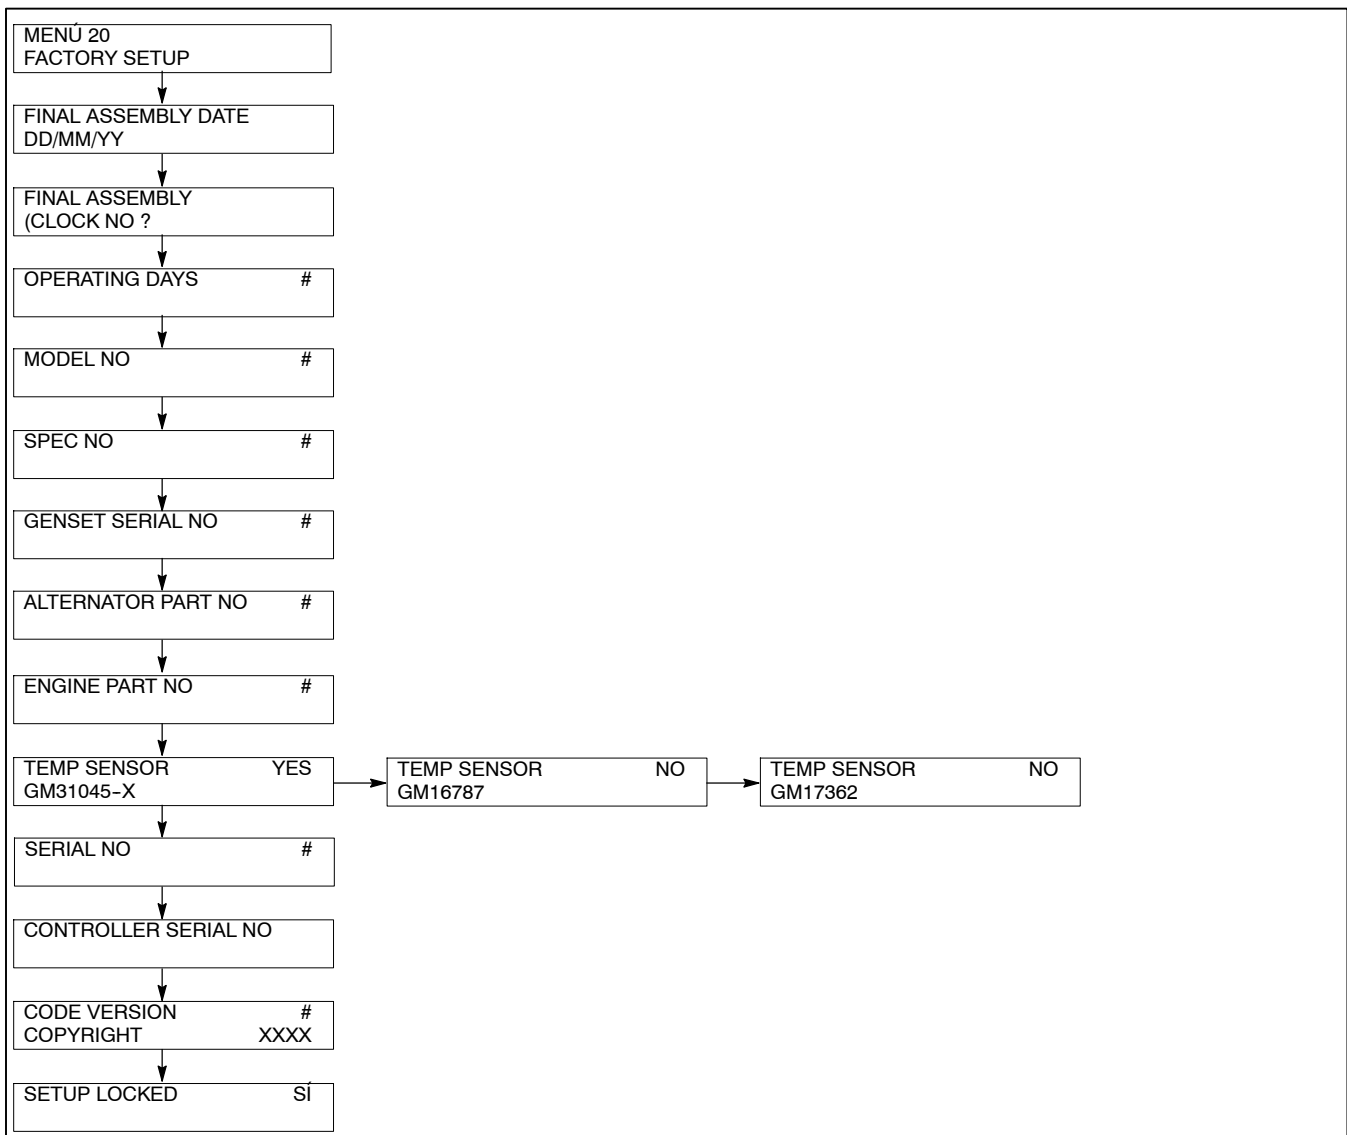

Figura 5-12 Menú 20, Configuración de Fábrica
- a. Ir al Menú 20, Configuración de fábrica. El menú puede quedar bloqueado cuando se cambia la selección del sensor. Consultar la Figura 5-12.